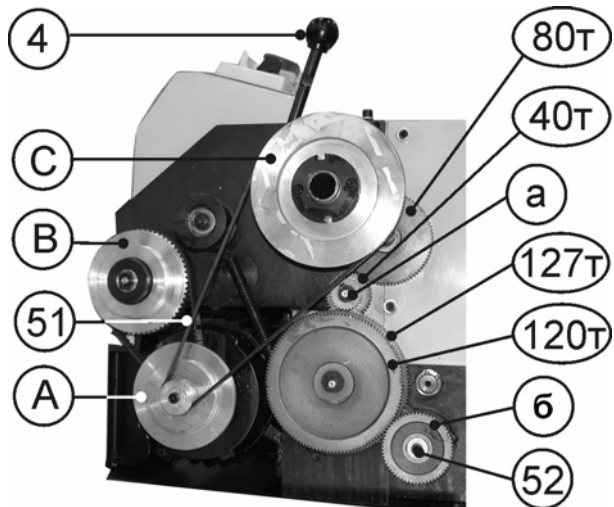

Рис.19
10.4.5. Откройте защитный кожух (2) гитары, как указано в п.9.3.2. По таблице 2 установите необходимые шестерни (а) и (б), Рис.19, и закройте защитный кожух (2) (п.9.3.2).
10.4.6. Пользуясь таблицей 2 инструкции или таблицей (49), Рис.18, установите необходимые шестерни (а) и (б), Рис.19 (См. п. 10.6.5-10.6.10). 10.4.7. Вращая ручку переключения скорости автоматической подачи (33), Рис.18, можно менять скорость автоматической подачи. Например, при установке шестерен, а=28Т и б=56Т, Рис.19, в положение (С) ручки переключения скорости автоматической подачи (33) – скорость подачи равна 0,11мм. на один оборот шпинделя.
При каждом перемещении ручки переключения скорости автоматической подачи (33) необходимо рычаг натяжения ремня (4) привести в крайнее положение от себя, Рис.19.
10.5.2. Переставляя клиновой ремень (51) на шкивах А,В,С в положения 1,2,3 согласно таблице 3, можно ступенчато изменять скорость вращения шпинделя – 100; 250; 350; 500; 900 и 1800 об/мин. (Рис.19 -А,В,С - шкивы). Например, при установке клинового ремня (51) на шкивах В,С в положении 1– скорость вращения шпинделя равна 100 об/мин., а в положении 3 - 500 об/мин. и т.д., Рис.19.
10.6.4. Комбинации использования шестерен для нарезания резьбы указаны в таблиц 4 и на Рис.19:
1) См. Рис. 19
2.) См. Рис. 19
10.6.5. Отвинтите крепёжный болт (52), закрепляющий шестерню (б) и снимите стопорную шайбу шестерни (а), Рис.19.
10.6.6. Осторожно снимите шестерни, чтобы сохранить на месте шпонки на валах, и установите необходимые шестерни (а) и (б). Количество зубьев на каждой шестерне промаркировано. Установите крепёжный болт (52) шестерни (б) и стопорную шайбу шестерни (а), Рис.19.
10.6.8. Положение шестерен 120Т и 127Т для метрической резьбы показано на Рис. 19.
10.6.9. Для нарезания дюймовой резьбы поменяйте местами шестерни 120Т и 127Т, Рис. 19.